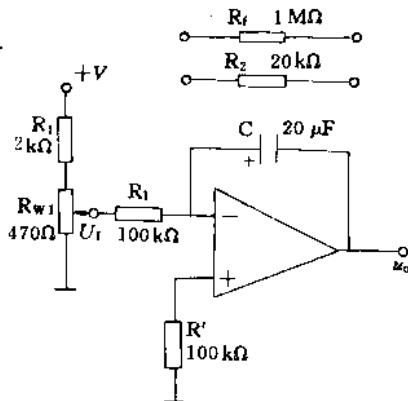

图 3-3
实验电路如图 3-3 所示。
2. 在图 3-3 所示积分电路中,当输入信号为方波时,它的输出电压是什么波形? 改变输入信号的幅值及电阻 R_1 的大小,输出电压波形将如何变化?